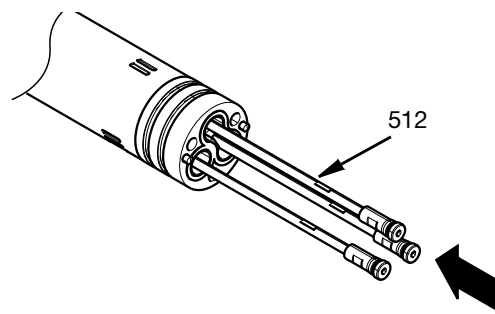

FIG. 29
9. Zasuňte jehlové uzavírací ventily (512) skrze adaptér do středního tělesa. Viz FIG. 29.